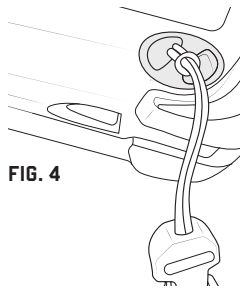

FIG. 4
3. Cinch the loop attachment to the captive hole in the barcode scanner by pulling the female buckle end through the loop and pulling the loop tight to remove slack. [fig. 4]
3. Asegure el conector de lazo al orificio de sujeción del escáner pasando el extremo de la hebilla hembra por el lazo y tirando de ella para apretar el lazo hasta que no tenga holgura. [fig. 4]
3. Resserrez la boucle d'attache souple dans le trou captif du lecteur de code-barres en tirant sur le fermoir femelle au travers de la boucle souple, puis en tirant bien sur cette dernière pour éliminer le mou. [fig. 4]